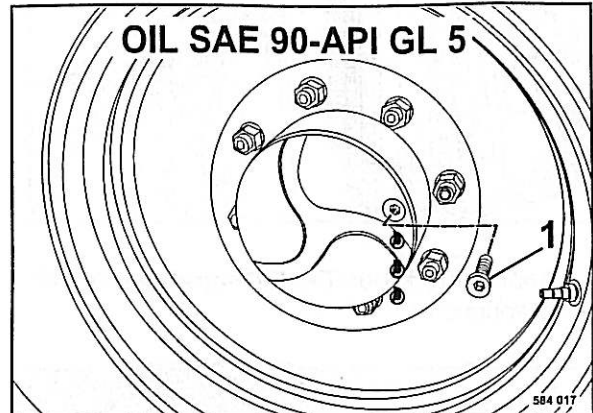

Fig. 79
- Estacionar la máquina de forma que el tapón de cierre 1 (Fig. 79) se encuentra en posición horizontal.